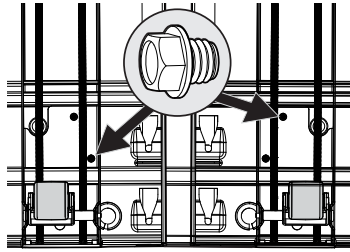

Fig. 4
- b. À l'aide d'un boulon 5H et d'une perceuse électrique, fixez le bas de l'assemblage du niveleur avec un tourne-écrou hexagonal de $\frac{3}{8}$ po dans le trou qui chevauche le trou de la vis (Fig. 4).